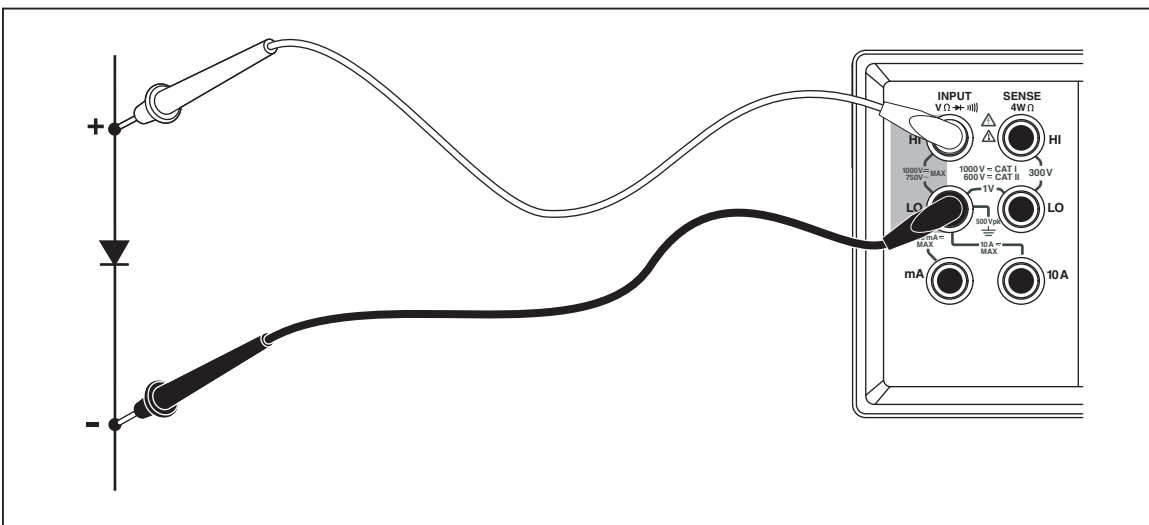

Figura 3-11. Prova dei diodi
2. Collegare i cavetti di prova tra il multimetro e il diodo o la giunzione dei transistori, come illustrato nella Figura 3-11.